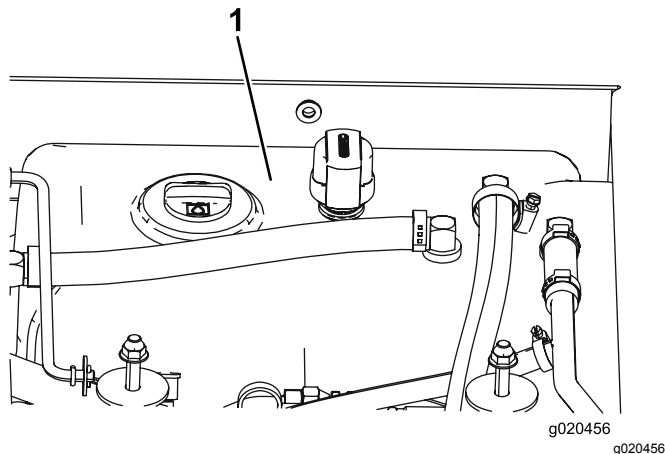

Figura 100
4. Encha o reservatório (Figura 100) com fluido hidráulico; consulte Verificar o fluido hidráulico \(página 72\).